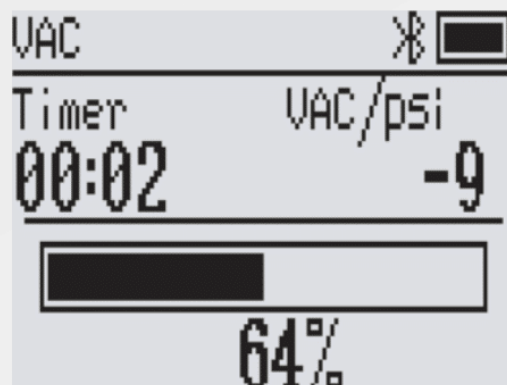

рис. 7 (Интерфейс вакуумных испытаний)
5. В интерфейсе (рис. 7) отображается текущее значение давления в системе, степень вакуума в системе и время входа в этот интерфейс.